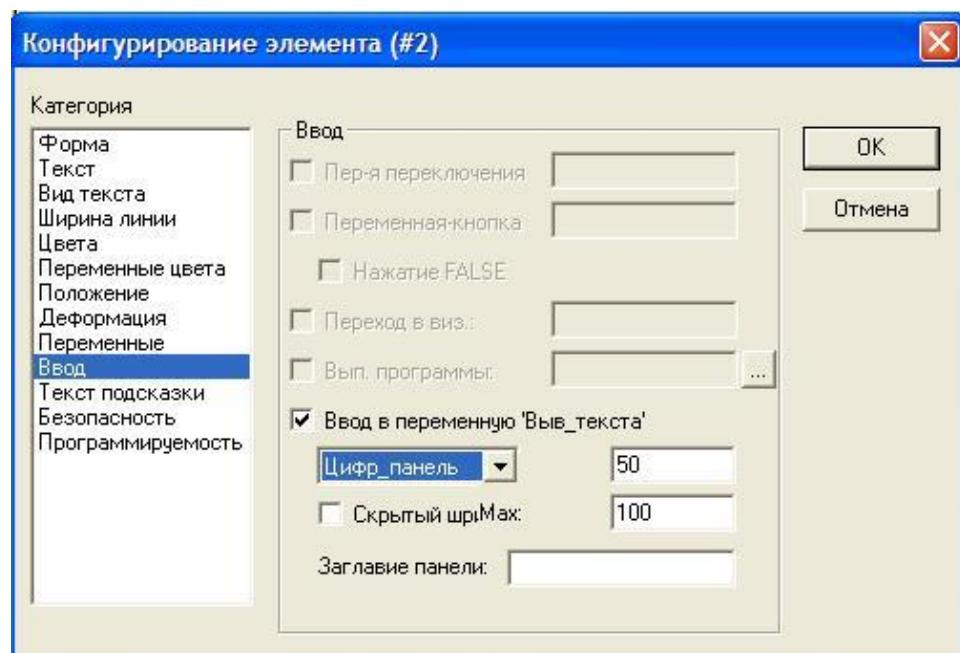

Рисунок 6.13
- Поставте галочку в поле 'Ввід у змінну «Виведення тексту»' (Text input of variable «Text display») категорії 'Введення' (Input) та введіть змінну .Sbr. У випадаючому списку виберіть 'Числова панель' (NumPad) та задайте мінімальне і максимальне значення (рис. 6.13).